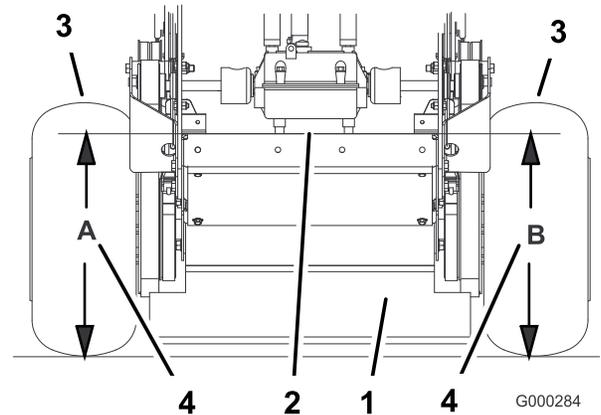

**Figura 52**
3. Coloque una regla larga en la parte superior de la carcasa del motor según se ilustra en la Figura 52.
4. En la ranura transversal del bastidor de tiro, mida la altura en la posición **A** (Figura 52).
6. Afloje los pernos de montaje del bastidor de tiro en los dos lados de la máquina (Figura 52).
7. Alinee el bastidor de tiro y la carcasa del motor para que tengan una altura de 33 mm, más/menos 6 mm en la posición **A** (Figura 52).